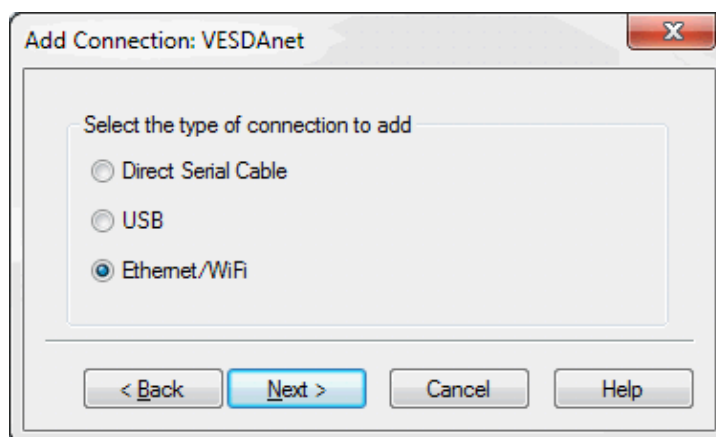

Рис. 5-5: Выбор Ethernet
1. Выберите **Ethernet/Wi Fi**, а затем нажмите кнопку **Next** (Далее) (Рис. 5-5).